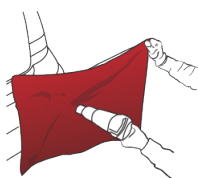
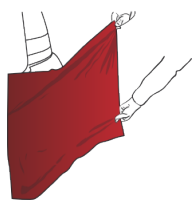

Figure 12
Figure 13
- › Chauffer le vinyle entre 40 °C et 50 °C (FIG. 12) puis le tendre de manière à envelopper complètement la surface convexe (FIG. 13).